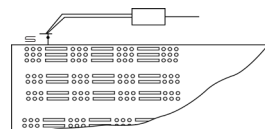

Рис.5
- Проверьте положение пускового электрода (см. рис. 5).